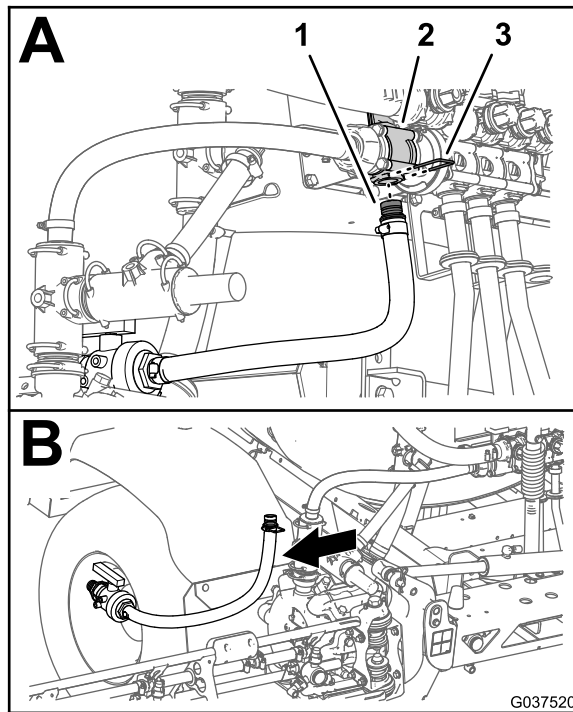

Рисунок 35
3. Снимите держатель, который крепит прямой штуцер типа «елочка» шланга подачи перемешивания к клапану перемешивания (Рисунок 35).
4. Снимите шаровой клапан и шланг подачи перемешивания с машины (Рисунок 35).